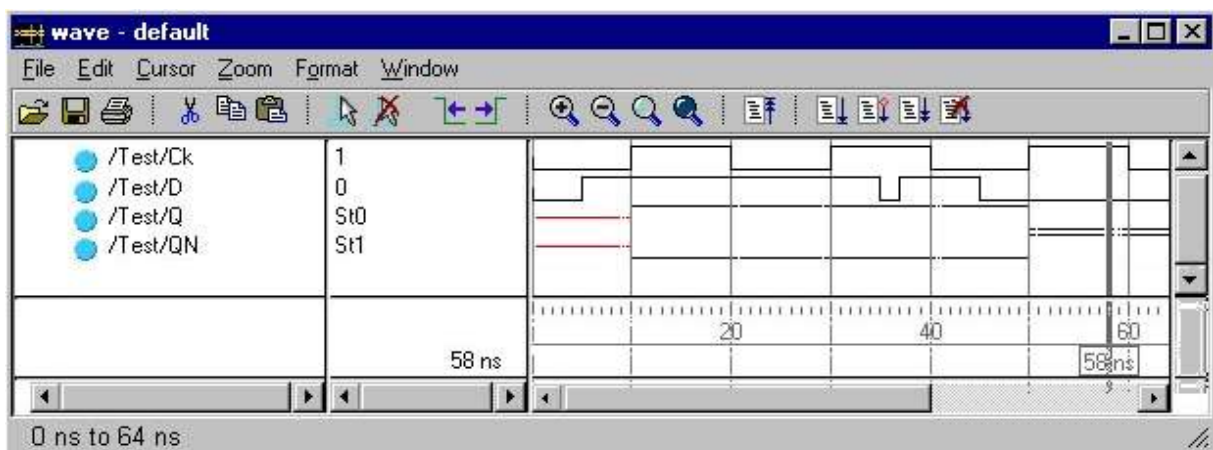

Figura 2.12: Formele de undă ale unui bistabil de tip D.
2. Simulați modelele create și verificați funcționarea acestora conform cerințelor pentru un bistabil. Formele de undă trebuie să fie similare cu cele prezentate în figura 2.12.